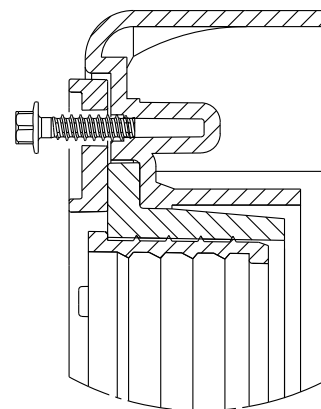

Fig. 21 Icke åtdragna skruv i yttre ring
**Multilift MOG och MDG avloppspumpstationer levereras med skruvarna i den vridbara inloppsskivans yttre ring lösa. Se fig. 21. Kontrollera och dra åt alla skruvar till max. 9 Nm innan inloppsröret ansluts.**